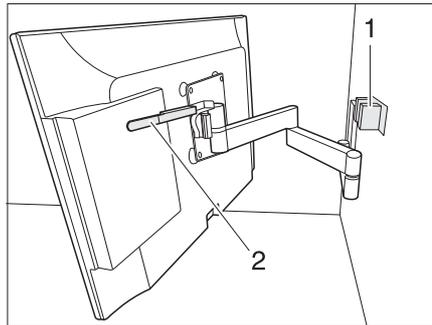

Fig. 54 Support à bras articulé
- Pousser le levier (Fig. 54,2) vers le bas pour détacher l'écran plat du dispositif de blocage (Fig. 54,1). Relâcher le levier.